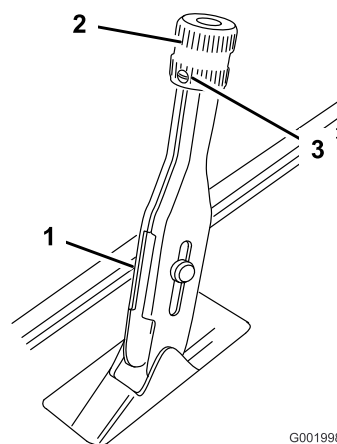

Figure 62
1. Desserrez la vis de fixation du bouton sur le levier du frein de stationnement (Figure 62).